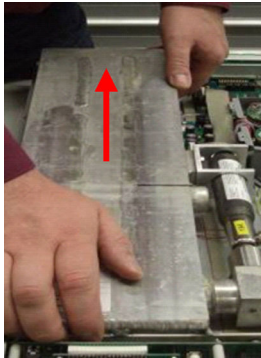

Fig. 89: Extracción del depósito
15. ➤ Elevar el depósito por la parte de atrás y extraer con cuidado hacia atrás (Fig. 89).